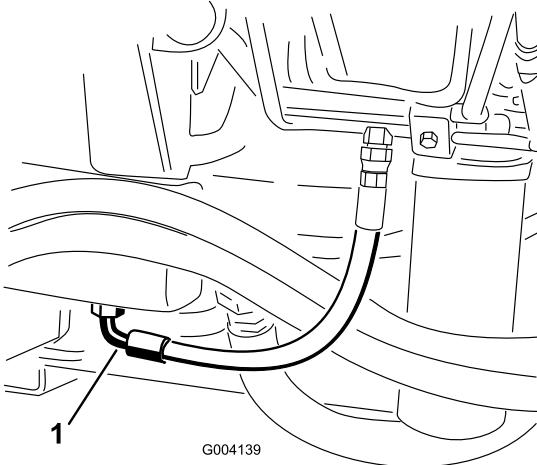

Figura 68
2. Coloque um recipiente de escoamento grande debaixo da união presa à parte de baixo do reservatório do fluido hidráulico (Figura 68).